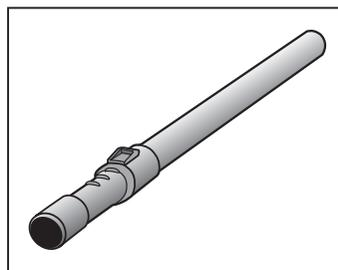

Fig. 10
**TUBO TELESCOPICO (Fig. 10)**